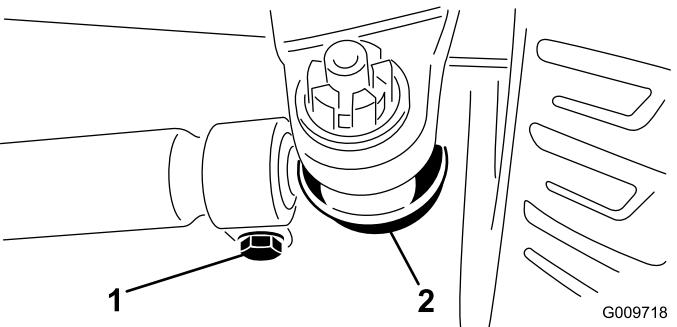

Рисунок 71
3. Для регулировки снимите шплинт и гайку с шаровой опоры тяги (Рисунок 71). Извлеките шаровую опору поперечной тяги из кронштейна на корпусе моста.
- 4. Ослабьте зажимы на обоих концах поперечных тяг (Рисунок 71).